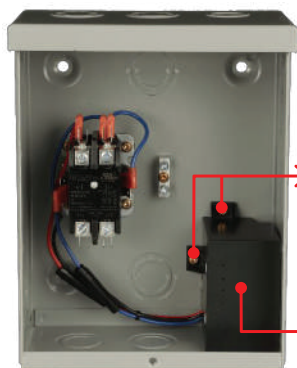

Figure 1*
- 1- Dévissez les deux vis (figure 1) et retirez la partition.